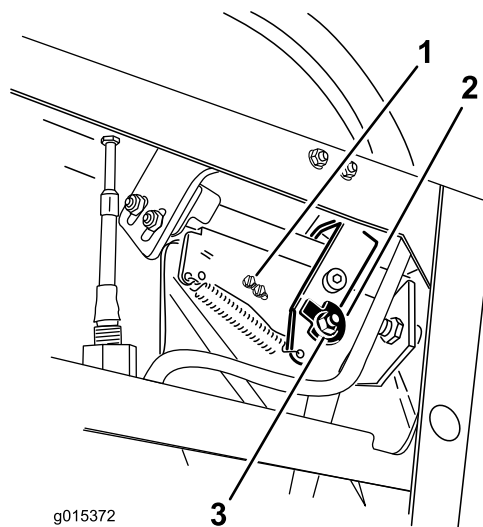
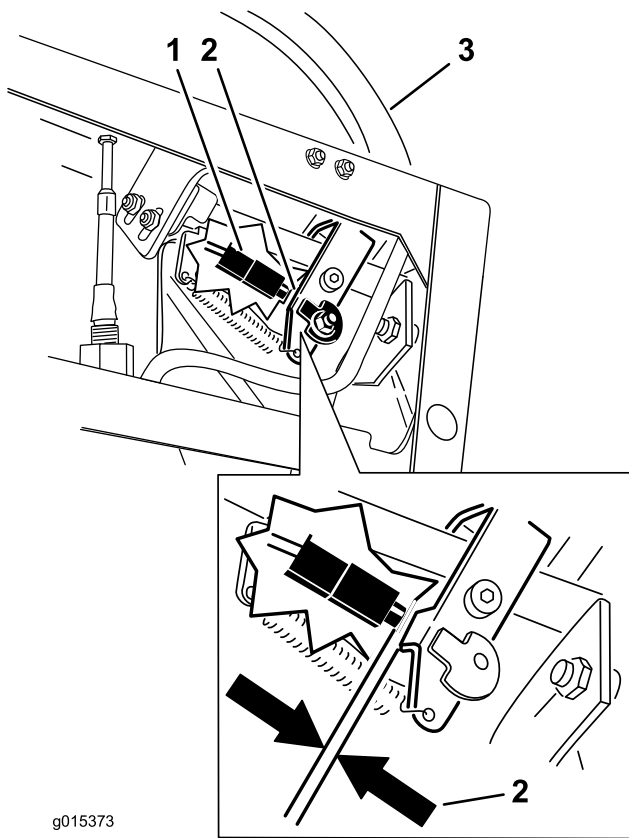

Figure 68
Figure 69
7. Desserrez l'écrou et le boulon de fixation de la came (Figure 68).
10. Vérifiez l'écartement entre le levier de commande et le contacteur comme illustré à la Figure 69. L'écartement doit être de 3 mm. quand le levier de commande de déplacement droit est en position de déverrouillage du point mort
11. Au besoin, desserrez les vis de fixation du contacteur et réglez le contacteur (Figure 68 et Figure 69).